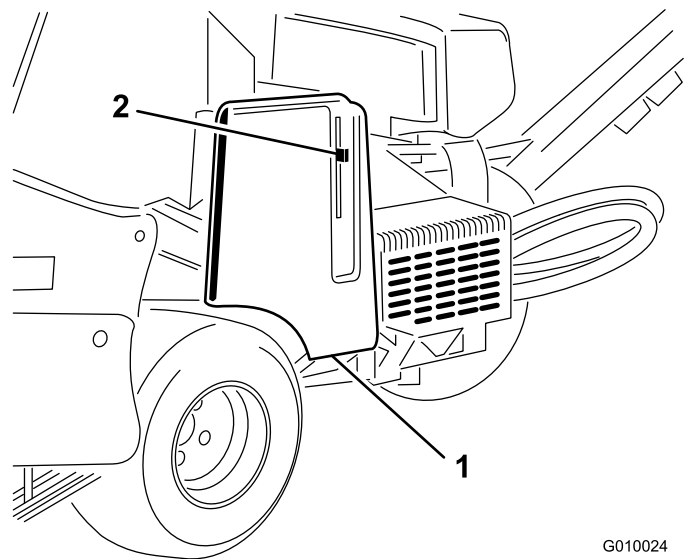
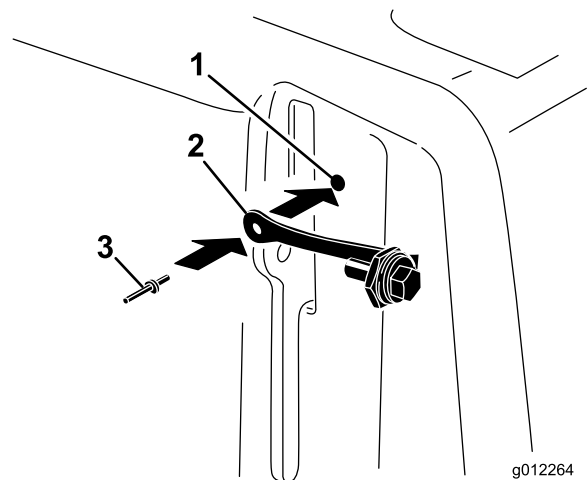

Figura 8
Figura 9
1. Localice el taladro de la cubierta de la correa, junto a la palanca de enganche (Figura 8 y Figura 9).
2. Usando el taladro de la cubierta de la correa, instale el conjunto de la trabilla con un remache ciego (Figura 9).